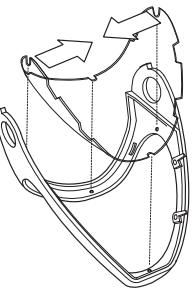

Fig. 1
3. Tourner les quatre verrous en L de un quart de tour (jusqu'à ce qu'ils atteignent la fin de leur course) de manière qu'ils pointent vers le fond de l'écran facial. (Fig. 1)
2. Tenir le casque (ou le cadre de l'écran facial s'il a été retiré du casque) en l'orientant comme l'illustre la figure 1.
3. Gire los cuatro seguros en forma-L un cuarto de vuelta (completamente contra sus topes) de tal modo que apunten hacia el borde inferior del visor. (Fig. 1)
2. Sostenga el casco (o el marco del protector facial si lo sacó del casco) de manera que el marco del protector facial quede orientado como se muestra en la Fig. 1.
3. Dê um quarto de giro a todas as quatro travas em forma de L (por completo até que parem), de modo que se voltem para a extremidade inferior do protetor facial. (Fig. 1)
2. Segure o capacete (ou o visor, se removido do capacete) de modo que o visor esteja orientado como mostrado na Fig. 1.
3. Turn all four L-shaped latches a quarter-turn (all the way against their stops), so they point toward the bottom edge of the faceshield. (Fig. 1)
2. Hold the helmet (or the faceshield frame, if removed from the helmet) so the faceshield frame is oriented as shown in Fig. 1.